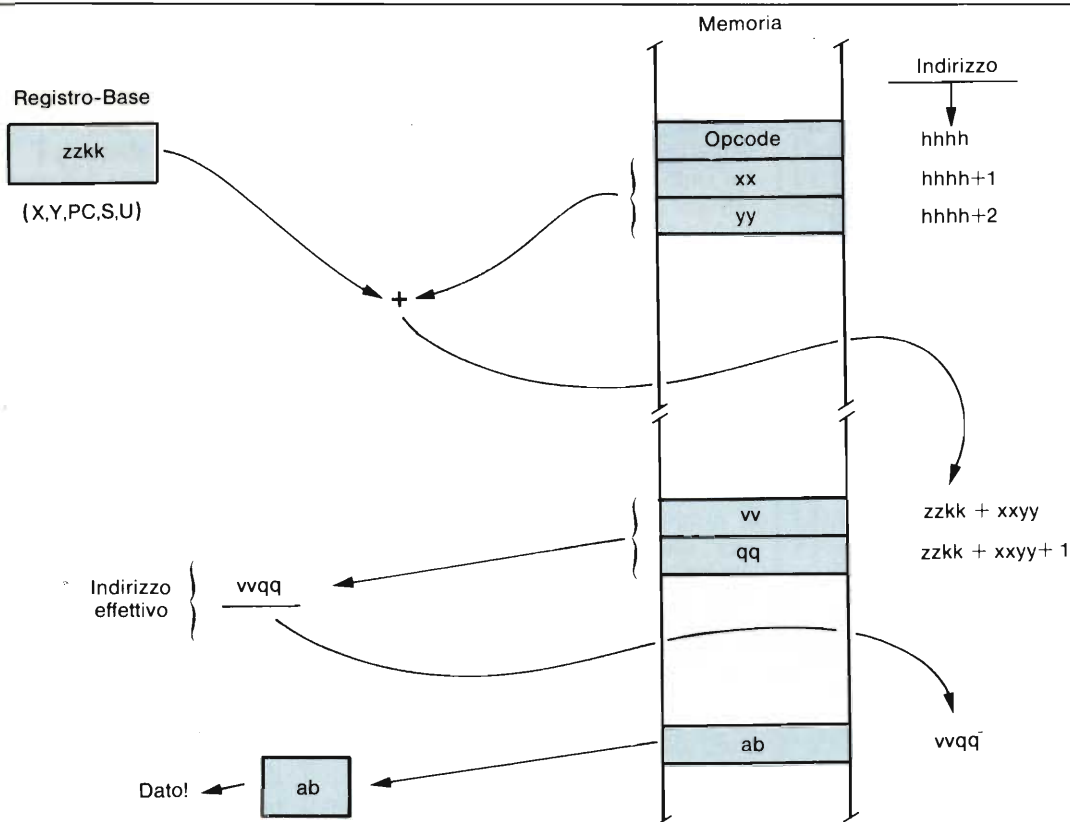

Fig. 6 - Costruzione dell'indirizzo effettivo EA in una istruzione indicizzata E indiretta (con offset costante).
Le figure 6 e 7 mostrano un esempio di modo indicizzato con offset e per giunta anche indiretto. La figura 6 mostra il procedimento di calcolo dell'indirizzo effettivo (EA), mentre la figura 7 mostra l'esecuzione dinamica di una istruzione del tipo: ADDA (5, X).